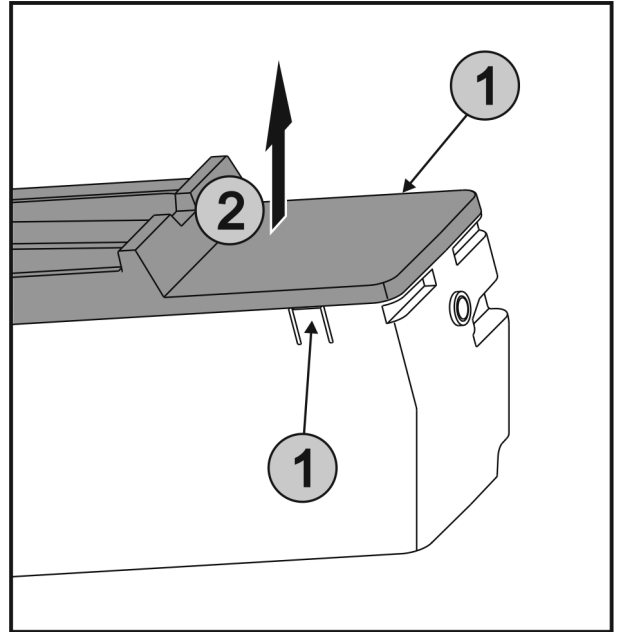

Fig. 41
- ▶ Wcisnąć jednocześnie nakładki Fig. 41 (1) znajdujące się po obu stronach EasyTwist-Ice, a pokrywę zdjąć podnosząc Fig. 41 (2) do góry.